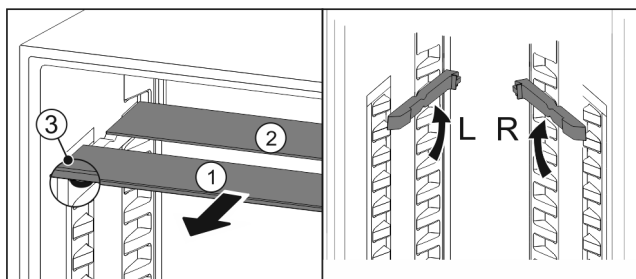

Fig. 100
- ▶ Trekk glassplatene enkeltvis fremover og ut Fig. 100 (1).
- ▷ Glassplate Fig. 100 (1) med pyntelist ligger foran.
- ▷ Stoppere Fig. 100 (3) peker nedover.